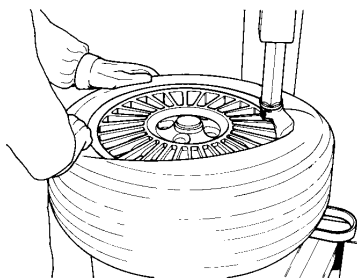

Fig. 4.1-7
G. Faire tourner l'autocentreur dans le sens des aiguilles d'une montre (pédale pressé), et en même temps, appuyer sur le flanc du pneu pour maintenir le talon dans le creux (Fig. 4.1-7).